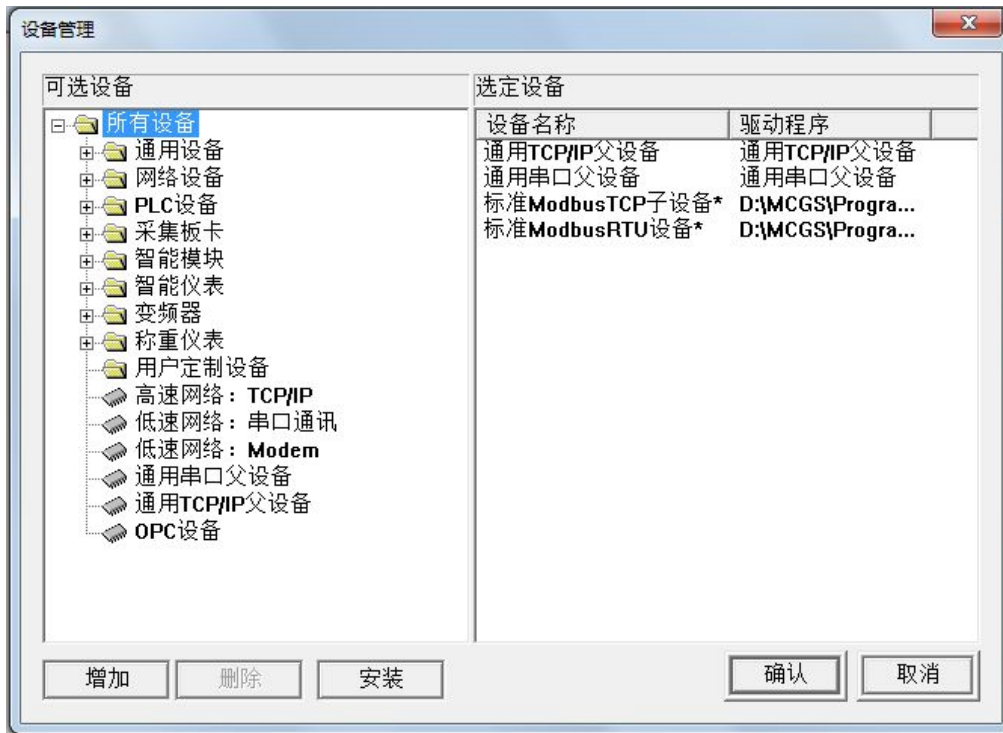

图 2-2-2
3、点击【设备窗口】—【设备组态】，打开【设备工具箱】—【设备管理】，将【通用串口父设备】和【通用设备】—【Modbus RTU】—【标准 Modbus RTU 设备】添加到选用设备中，点击确认。如图 2-2-2 所示：